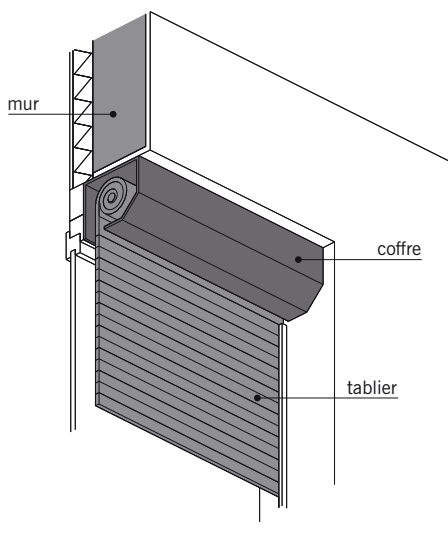

fig. 11.66
- Le coffre apparent extérieur en PVC ou en tôle pliée. Cette disposition est surtout utilisée en rénovation (fig. 11.66).